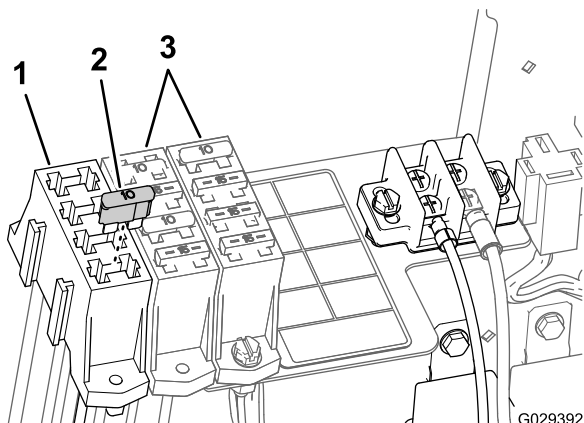

図 24
- 探し出したソケット補助ヒューズブロックに 15 A ヒューズを取り付ける 図 24。